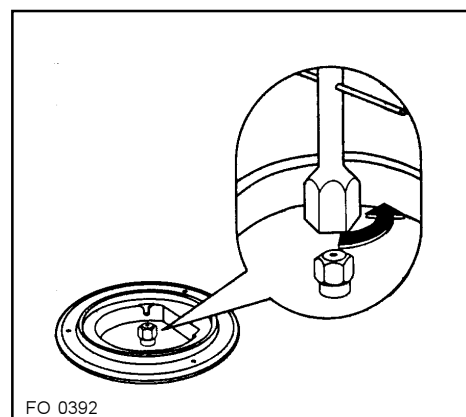

Fig. 3 FO 0392
- 3) Avec une clé de 7 dévissez les injecteurs (Fig. 3) et remplacez-les par ceux convenant au type de gaz utilisé (voir tableau).